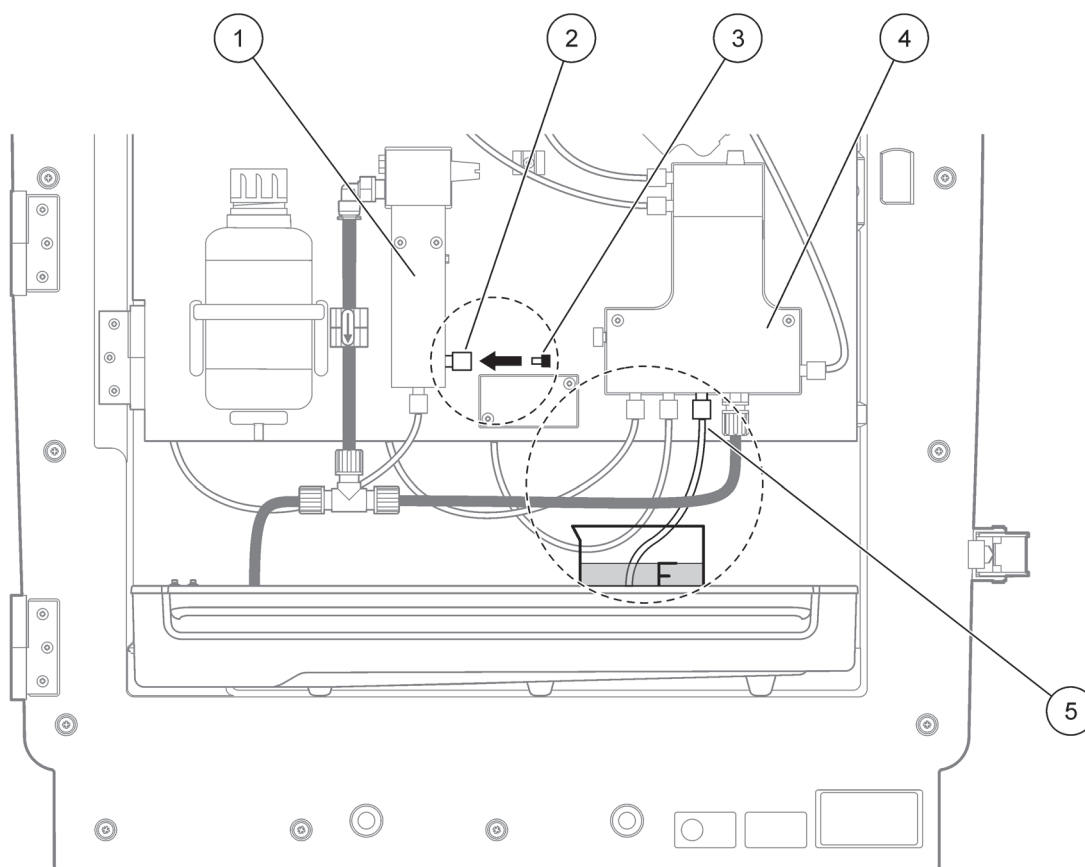

Figure 6 Modificación del AMTAX sc
7. Seleccione INTRO para modificar el analizador (Figure 6):